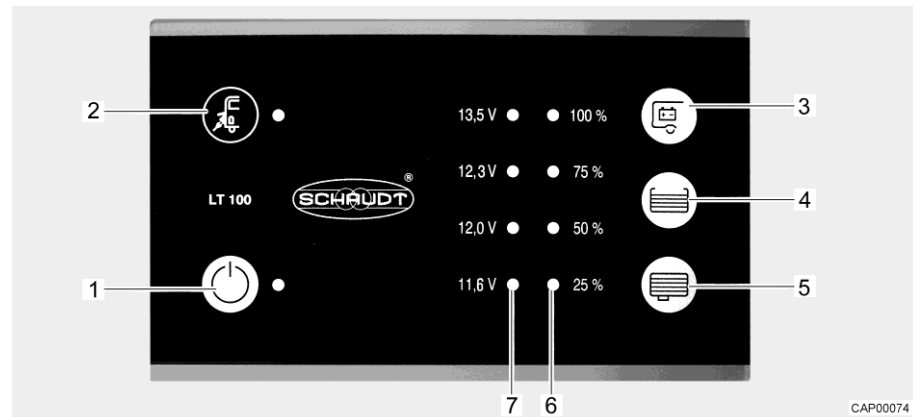

Fig. 46 Panel (LT 100)
El LED amarillo en el símbolo de conexión a la red "☎" (Fig. 46,2) estará iluminado mientras que el vehículo esté conectado a una alimentación de red externa. Entonces, el LED también estará iluminado al estar el panel desconectado.
El interruptor principal de 12 V (Fig. 46,1) conecta y desconecta el panel y la alimentación de 12 V del habitáculo.
- Pulsar el interruptor "☎" (Fig. 46,1): La alimentación de 12 V del habitáculo está conectada. El LED está iluminado de color verde.
- Volver a pulsar el interruptor "☎" (Fig. 46,1): La alimentación de 12 V del habitáculo está desconectada. El LED se apaga.
La serie de LED (Fig. 46,7) indicará la tensión de batería de la batería del habitáculo del modo siguiente:
- Pulsar la tecla "E" (Fig. 46,3): Indica la tensión de la batería del habitáculo.
La serie de LED (Fig. 46,6) indicará el nivel de llenado del depósito de agua potable o del depósito de aguas residuales.
Indicar el nivel de llenado: Pulsar la tecla "☰" (Fig. 46,4): Los LED iluminados indicarán el nivel de llenado del depósito de agua potable.
Pulsar la tecla "☷" (Fig. 46,5): Los LED iluminados indicarán el nivel de llenado del depósito de aguas residuales.